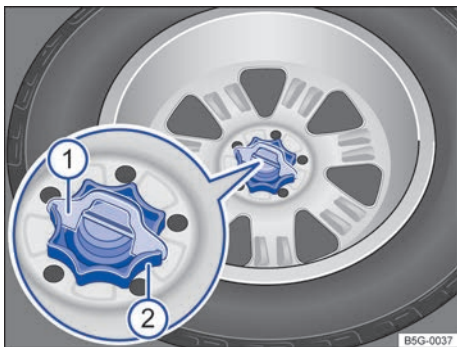

Fig. 312 En el maletero: ruedecilla para fijar la rueda de repuesto.
- Dado el caso, extraiga la cuña del seguro anti-giro → **fig. 312** ① hacia arriba.
- Desensrosque por completo la ruedecilla central que sujeta la rueda de repuesto → **fig. 312** ②, en el sentido contrario al de las agujas del reloj, y extraiga la rueda de repuesto.
- Enrosque la ruedecilla → **fig. 312** ② en el tornillo prisionero en el sentido de las agujas del reloj hasta que la rueda cambiada quede bien fijada.
- Dado el caso, encaje la cuña del seguro anti-giro → **fig. 312** ① en la ranura del tornillo prisionero de modo que la ruedecilla ya no se pueda girar más.
- Enrosque la ruedecilla → fig. 312 ② en el tornillo prisionero en el sentido de las agujas del reloj hasta que la rueda cambiada quede bien fijada.
- Dado el caso, encaje la cuña del seguro antigiro → fig. 312 ① en la ranura del tornillo prisionero de modo que la ruedecilla ya no se pueda girar más.